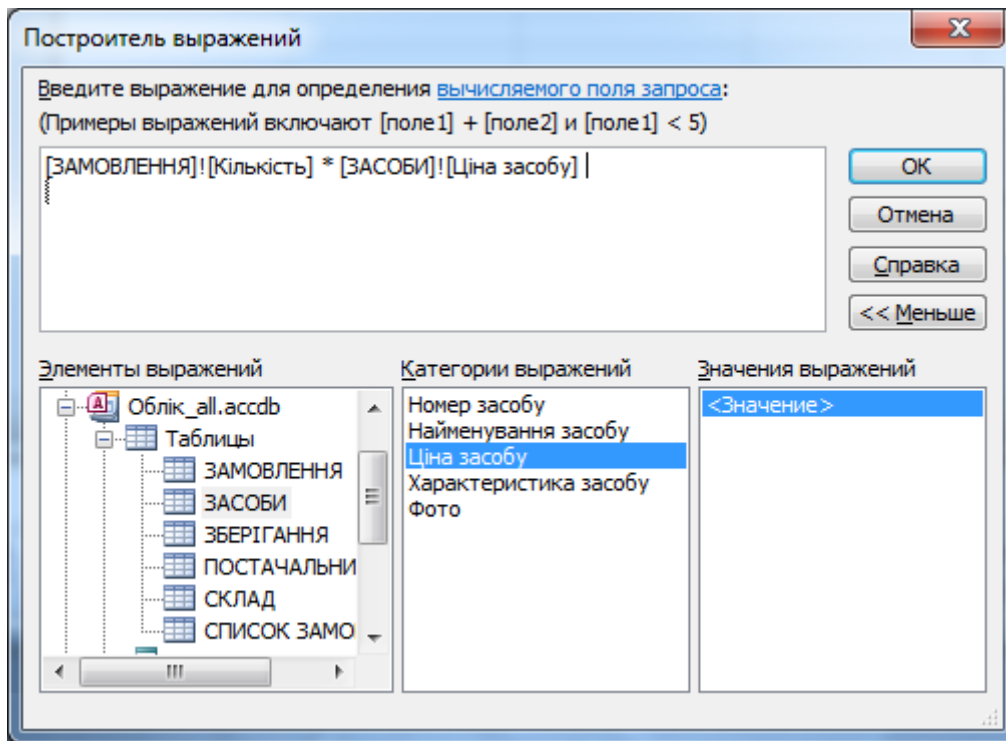

Рис. 4.24 – Введення виразу у вікні Построитель выражений
7. Аналогічно знайти та ввести друге поле – **Ціна засобу** з таблиці **ЗАСОБИ**. Вікно **Побудувач** виражений з отриманим результатом приведено на рис. 4.24. Натиснути на кнопку **ОК**. Вираз передається в бланк-запит, де він розміщується після системного імені поля та відокремлюється від нього двома крапками: